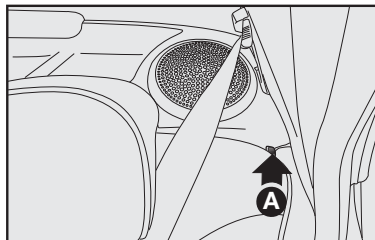

fig. 102
3) Desengatar o encosto, movendo as alavancas laterais A-fig. 102 no sentido da seta.
Para isso, destravar a alavanca da direita ou da esquerda **A-fig. 102** e rebater para a frente o encosto até obter uma única superfície de carga.